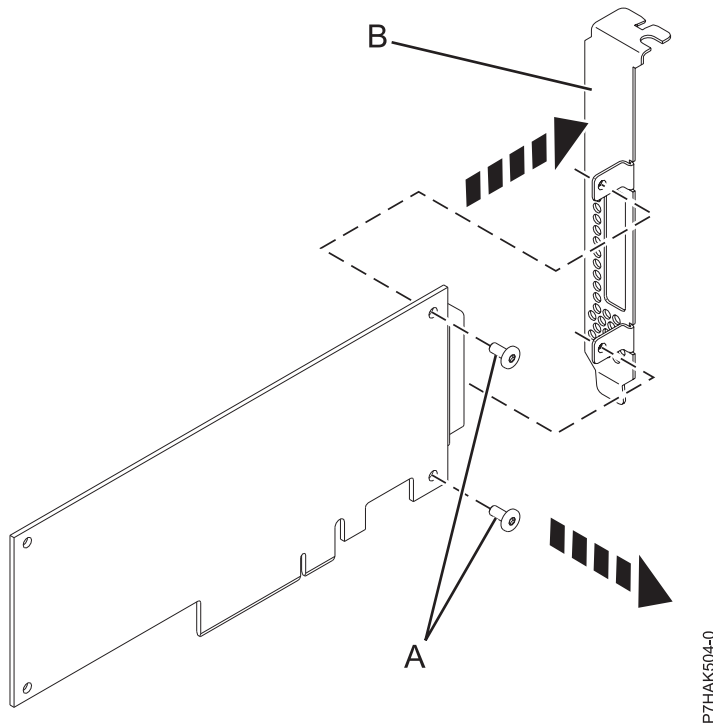

Figura 51. Extracción de la contrapunta de perfil alto de un adaptador PCIe nuevo
8. Mediante un destornillador Phillips, desenrosque los dos tornillos (A) que sujetan la contrapunta de perfil alto (B) al nuevo adaptador PCIe, como se muestra en la Figura 51 en la página 53.